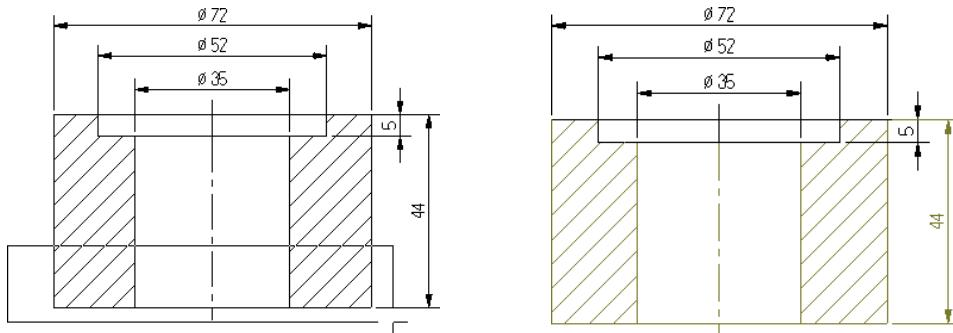

图 2-53 范围内选取图素
- 范围内：选中在窗口内的图素和与窗口边线相交的图素。如图 2-53 所示，通过按住鼠标左键，再拖动鼠标，绘制出矩形选取窗口，与窗口相交以及窗口内的图素都将被选中。